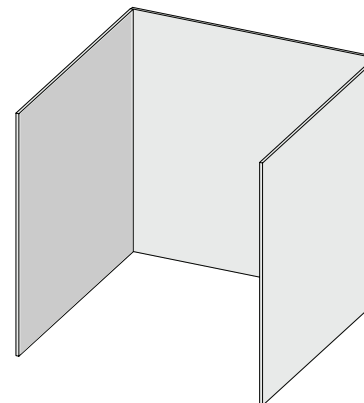

Fig. 1
- En apparat anses vara utomhus om den installeras med skydd som inte är mer omfattande än med väggar på tre sidor, men utan tak. (Fig. 1)